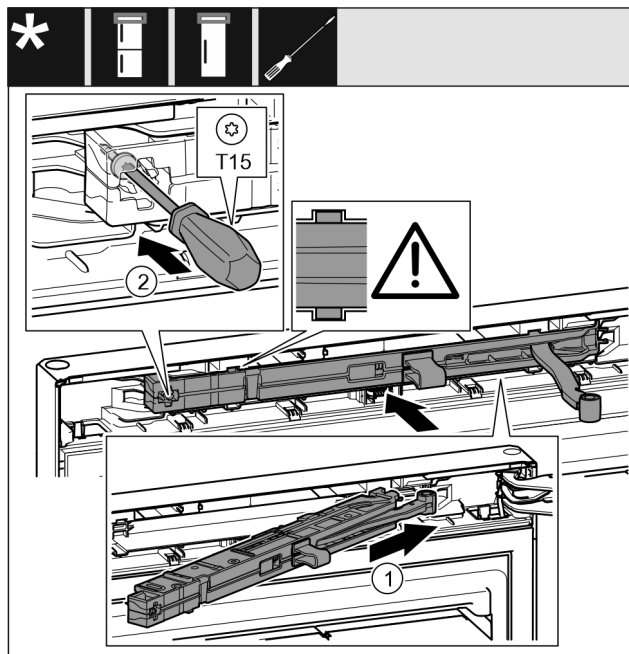

Fig. 20
- ▶ Jednotku tlumiče zavírání na straně stojanu ložiska zasuňte až na doraz šikmo do vybrání. Fig. 20 (1)
- ▶ Šroubovákem T15 pevně utáhněte šroub. Fig. 20 (2)